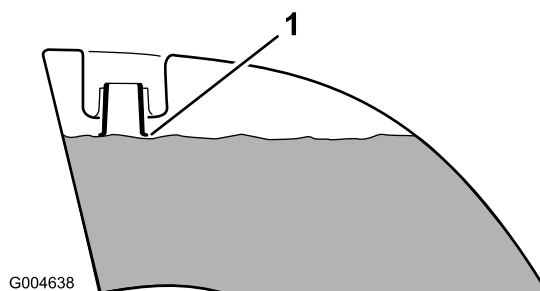

図 10
4. 両方の燃料タンクに、上面から約2.5 cm まで燃料を補給する（図 10）。入れすぎないように注意すること。